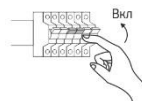

Рисунок 10 - Включение автоматического выключателя.
5.6. Включите питание на щите путем включения автоматического выключателя этой группы (Рисунок 10).